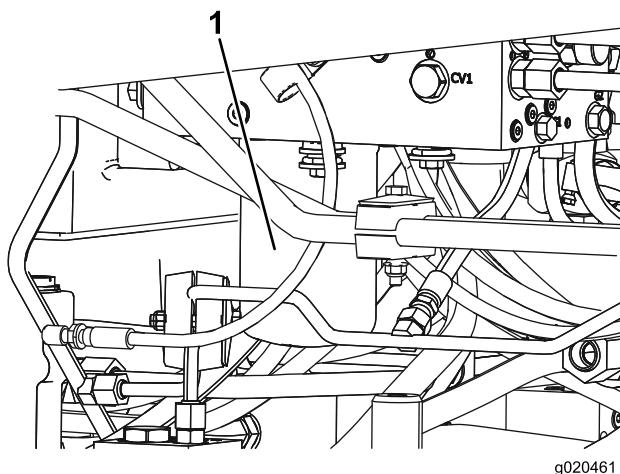

Figura 70
5. Repita o procedimento para o outro filtro (Figura 70).